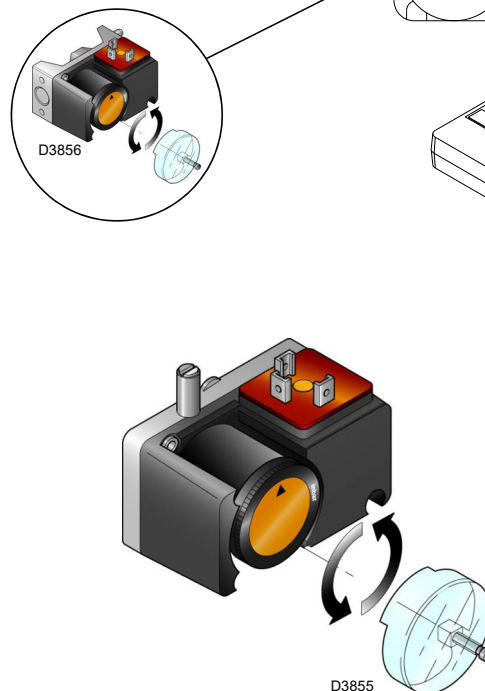

Fig. 32
- Régler le pressostat gaz seuil minimum (Fig. 32 à la page 28) en début d'échelle.
Effectuer le réglage du pressostat gaz seuil minimum (Fig. 32) après avoir réglé le brûleur, les vannes de gaz et le stabilisateur de rampe.